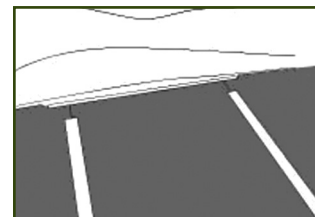

рис. 7
- Установите стрингер. Повторите процедуру с другой стороны лодки (рис. 7).